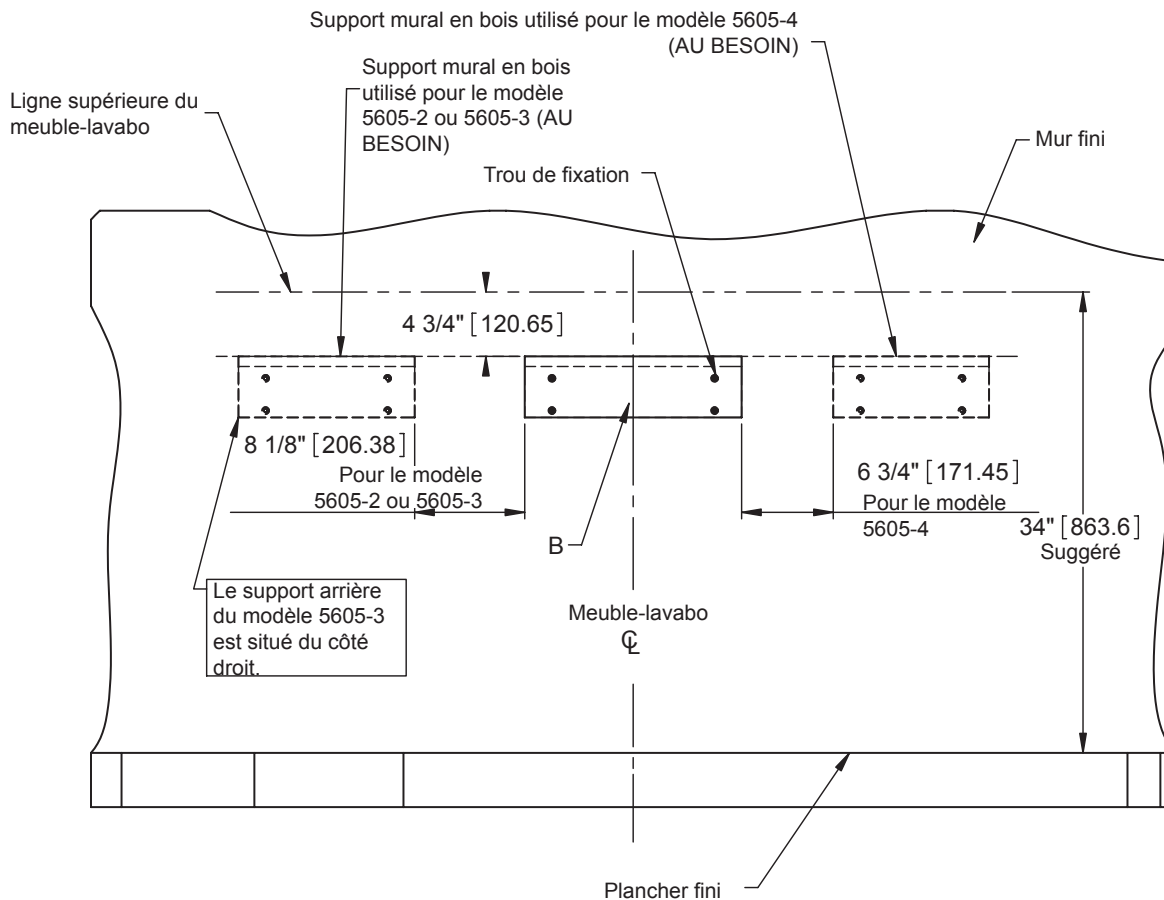

Figure 1
- Prenez les mesures à partir du plancher et utilisez un niveau afin de définir une ligne droite pour le **support mural en bois (B)**.
- Maintenez temporairement le **support mural en bois (B)** sur le mur, à l'endroit où il sera installé, puis marquez l'emplacement des trous pour les **ancrages (C)**.
- Reportez-vous à la **figure 1** pour obtenir toutes les mesures d'installation.
- **SI VOUS UTILISEZ LES MODÈLES 5605-2/5605-3 ET/OU 5605-4, REPORTEZ-VOUS À LA FIGURE 1 POUR CONNAÎTRE LES MESURES D'ESPACEMENT APPROPRIÉES POUR LE SUPPORT DE MONTAGE MURAL EN BOIS.**
- **LA FIGURE 1 A ÉTÉ CONÇUE AFIN DE FOURNIR L'ESPACEMENT ENTRE LES SUPPORTS ARRIÈRE ET D'ILLUSTRE LES COMBINAISONS POSSIBLES. LA FIGURE N'ILLUSTRE PAS TOUS LES EMPLACEMENTS POSSIBLES POUR LES MODÈLES 5605-2/5605-3 ET 5605-4.**